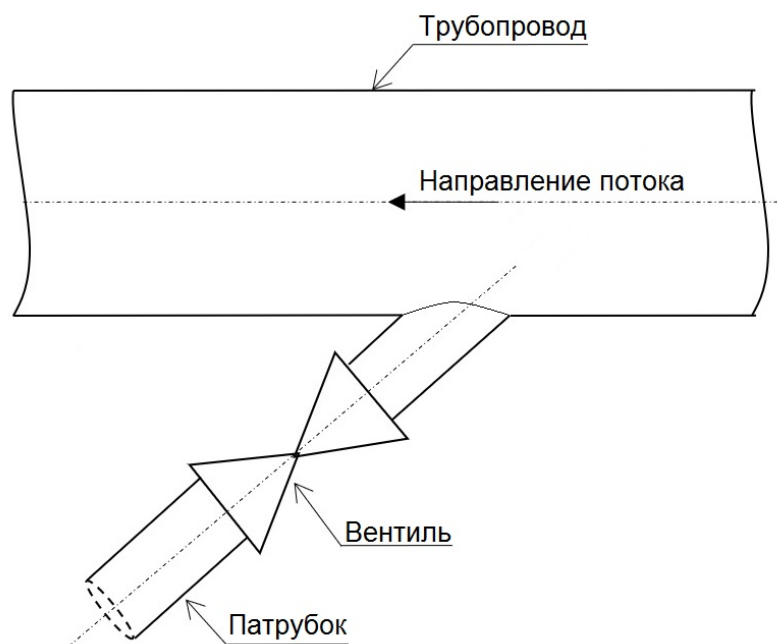

Рис. 11. Патрубок, врезанный в трубопровод, для проведения пробоотбора
2.2.10.1 Для проведения пробоотбора необходимо на расстоянии до двух метров от блока детектирования сделать врезку в трубопровод патрубка с запорным вентилем. Вариант исполнения представлен на рис. 11.